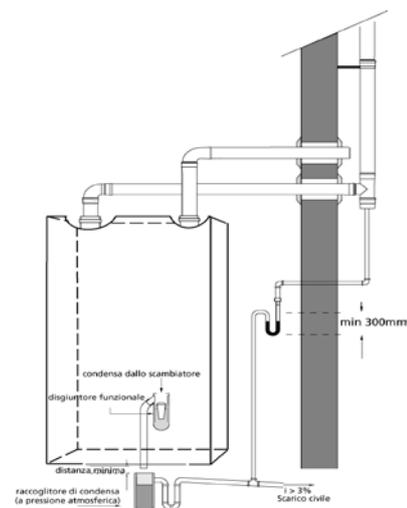

Figura 8
Non convogliare i fumi di più caldaie all'interno dello stesso condotto di scarico, ciascuna di esse deve necessariamente avere un proprio condotto indipendente. Si ricorda che se si rendesse necessario prolungare il condotto di scarico oltre i 4 metri, è sempre opportuno realizzare al piede del tratto verticale del condotto un sifone, secondo lo schema della Figura 8.
Il gocciolatoio può essere realizzato installando un apposito bicchiere, oppure più semplicemente con una curva in polipropilene atta a ricevere la condensa uscente dalla caldaia e l'eventuale fuoriuscita di liquido dalla valvola di sicurezza, come indicato nella Figura 8. La distanza massima tra lo scarico di condensa della caldaia ed il bicchiere (o tubazione bicchierata) di raccolta non deve essere inferiore ai 10 mm. Per il collegamento alla rete fognaria è necessario installare o realizzare un sifone per evitare il ritorno di odori sgradevoli. Per la realizzazione degli scarichi di condensa si consiglia di utilizzare tubazioni in materiale plastico (PP). Non utilizzare in nessun caso tubazioni in rame, poiché l'azione della condensa ne provocherebbe un rapido degrado